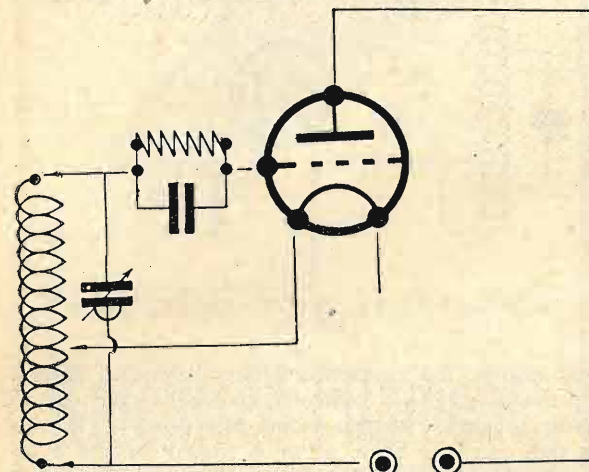

Fig. 1.
Dal circuito di fig. 1 (schema fondamentale), non si distaccano molto i moderni trasmettitori. Supponiamo di voler trasformare tale disposizione schematica in un complesso trasmettente vero e proprio. Dovremo anzitutto provvedere a sostituire la valvola con un triodo trasmettente di notevole potenza, e la sorgente di tensione anodica con un conveniente generatore di tensione continua o alternata (1). Ci sarà ad